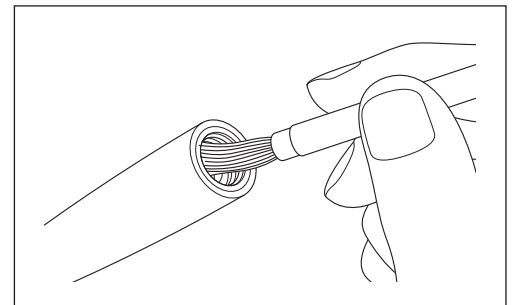

Fig. 38
- 3) Utilice la escobilla para limpieza suministrada para retirar el polvo de la sección interior donde la pieza de mano estaba conectada (Fig. 38).